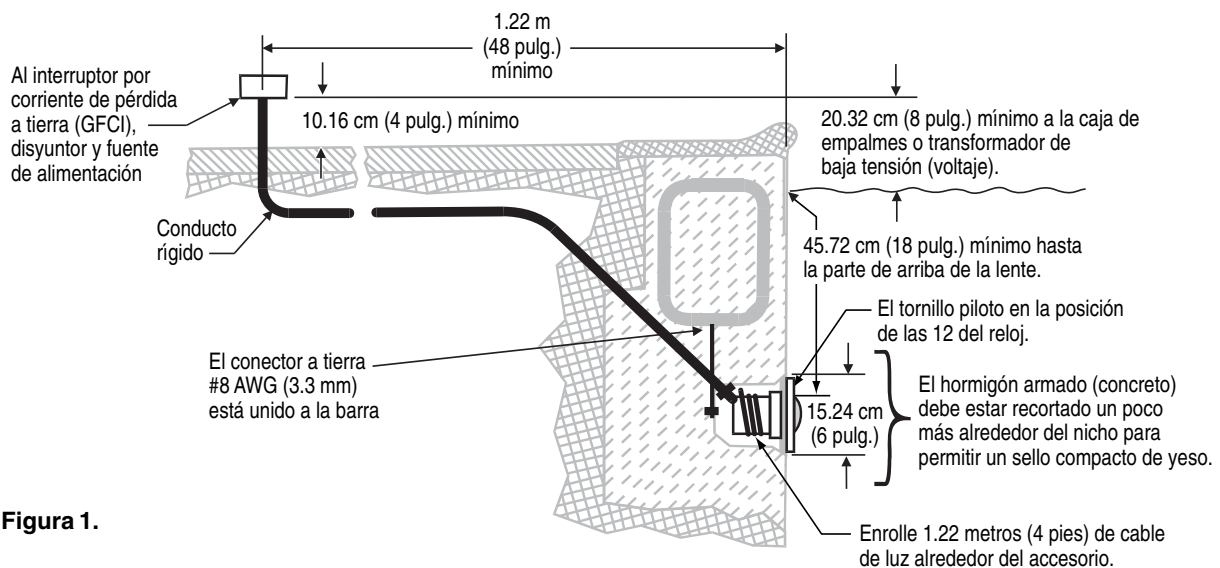

Figura 1.
**BANTES DE COMENZAR:** Los siguientes pasos (1-6) describen las tareas que deben ser completadas por el electricista antes de que la lámpara IntelliBrite™ sea instalada. Consulte la Figura 1 del diagrama.
- La caja de empalme (o el transformador de bajo voltaje en el caso de los modelos de 12 voltios) debe estar ubicada a un mínimo de 20.32 cm (8 pulg.) por encima del nivel del agua y al menos a 1.22 m (48 pulg.) del borde de la piscina; consulte la Figura 1.
- El nicho en húmedo debe estar correctamente instalado de manera que el borde superior del lente de la lámpara submarina se encuentre a un mínimo de 45.72 cm (18 pulg.) por debajo de la superficie del agua de la piscina; consulte la Figura 1. (No más de 50.80 cm (20 pulg.) de profundidad en Canadá.)
- El nicho en húmedo debe tener una conexión eléctrica apropiada y con conexión a tierra a través del conector a tierra Nº. 8 AWG ubicado en la parte posterior del nicho; consulte la Figura 1.
1. Alimente el cable a través del conducto hasta la caja de empalme, dejando por lo menos un tramo de 1.22 m (4 pies) en la lámpara para enrollarlo a su alrededor; consulte la Figura 1. Esto permite efectuar el mantenimiento de la lámpara después de que la piscina esté llena de agua.
- La caja de empalme (**o el transformador de bajo voltaje en el caso de modelos de 12 voltios**) debe estar ubicada a un mínimo de 20.32 cm (8 pulg.) por encima del nivel del agua y al menos a 1.22 m (48 pulg.) del borde de la baños termales; consulte la Figura 1.
- El nicho en húmedo debe estar correctamente instalado de manera que el borde superior del lente de la lámpara submarina se encuentre a un mínimo de 45.72 cm (18 pulg.) por debajo de la superficie del agua de la baños termales; consulte la Figura 1.
5. Deje por lo menos un tramo de 1.22 m (4 pies) de cable para enrollarlo alrededor de la lámpara; consulte la Figura 1 en la página 2. Esto permite efectuar el mantenimiento de la lámpara después de que la baños termales esté llena de agua.
7. Quite unos 15.24 cm (6 pulg.) de la cubierta exterior del cable para poner a la vista los tres alambres aislados. Tenga cuidado de no dañar el aislamiento de los tres (3) cables internos.
8. Conecte los tres (3) cables a los correspondientes cables de circuito en la caja de empalme (el cable negro al cable de alimentación, el cable blanco al cable común y el cable verde al cable de toma a tierra) y colóquela la tapa a la caja de empalme.
10. Antes de hacer funcionar la lámpara durante más de diez (10) segundos, llene la piscina o el baño termal hasta que la lámpara IntelliBrite™ para baños termales esté totalmente sumergida en agua. Encienda el interruptor principal o el cortacircuito, así como también el interruptor que acciona la lámpara IntelliBrite™ para baños termales para comprobar que la lámpara se encuentra funcionando correctamente.
- d) **Alineación de la posición del lente con los LED:** Mientras mira a través de la parte frontal del lente, gire levemente el lente hasta que las líneas verticales ubicadas en el lente estén centralizadas con las cuatro (4) filas de los LED que están por debajo.
12. **Instale el ensamblaje de la lámpara IntelliBrite™ dentro del nicho:** Alimente el cable a través del conducto hasta la caja de empalme, dejando por lo menos un tramo de 1.22 m (4 pies) en la lámpara para enrollarlo; consulte la Figura 1 (página 3). Esto permite efectuar el mantenimiento de la lámpara después de que el baño termal esté lleno de agua.
14. Quite unos 15.24 cm (6 pulg.) de la cubierta exterior del cable para poner a la vista los tres cables aislados (tenga cuidado de no dañar el aislamiento de los tres (3) cables internos).
15. Conecte los tres (3) cables a los correspondientes cables de circuito en la caja de empalme y colóquelo la tapa a la caja de empalme.